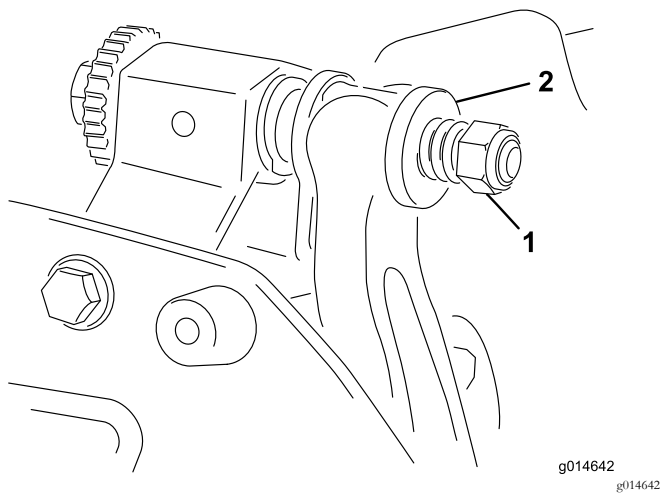

图22
5. 旋紧弹簧加压螺母直到弹簧完全压紧然后往回松开 1/2 圈 (图22)。